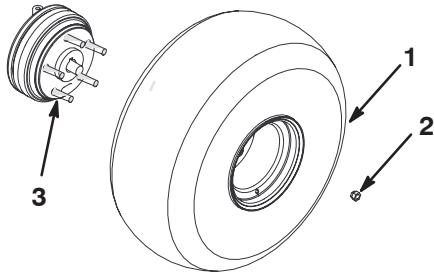

Bild 2
3. Montieren Sie die Räder mit den vorher entfernten Befestigungsteilen (Bild 2) und ziehen sie mit 61–88 Nm fest.